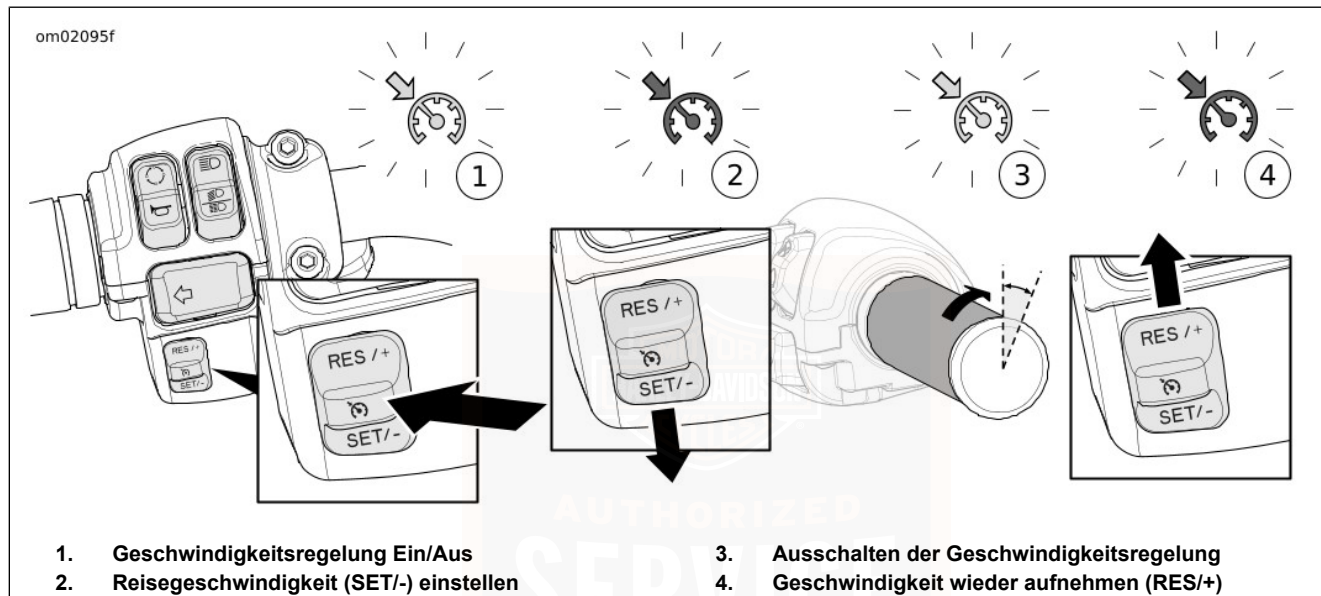

Abbildung 35. Geschwindigkeitsregelung
Siehe Abbildung 35. Den Geschwindigkeitsregelungsschalter drücken, um die Geschwindigkeitsregelung (1) einzuschalten. Im eingeschalteten Zustand leuchtet das Symbol für die Geschwindigkeitsregelung in der Tachometer-Oberfläche gelb.
Siehe Abbildung 35. Wenn das Motorrad die gewünschte Geschwindigkeit erreicht hat, den Schalter „SET/-“ drücken, um die Reisegeschwindigkeit (2) einzustellen. Die Farbe des Geschwindigkeitsregelungssymbols wechselt von Gelb auf Grün.
Siehe Abbildung 35. Um die Reisegeschwindigkeit zu verlassen, den Gasgriff über den Abrollschalter (3) in die geschlossene Stellung drehen.
Siehe Abbildung 35. Wenn die Geschwindigkeitsregelung deaktiviert wurde, die Geschwindigkeitsregelungs-Kontrollleuchte jedoch orange leuchtet, wird durch Drücken des Schalters „RES/+“, die Geschwindigkeitsregelung (4) wiederaufgenommen. Das